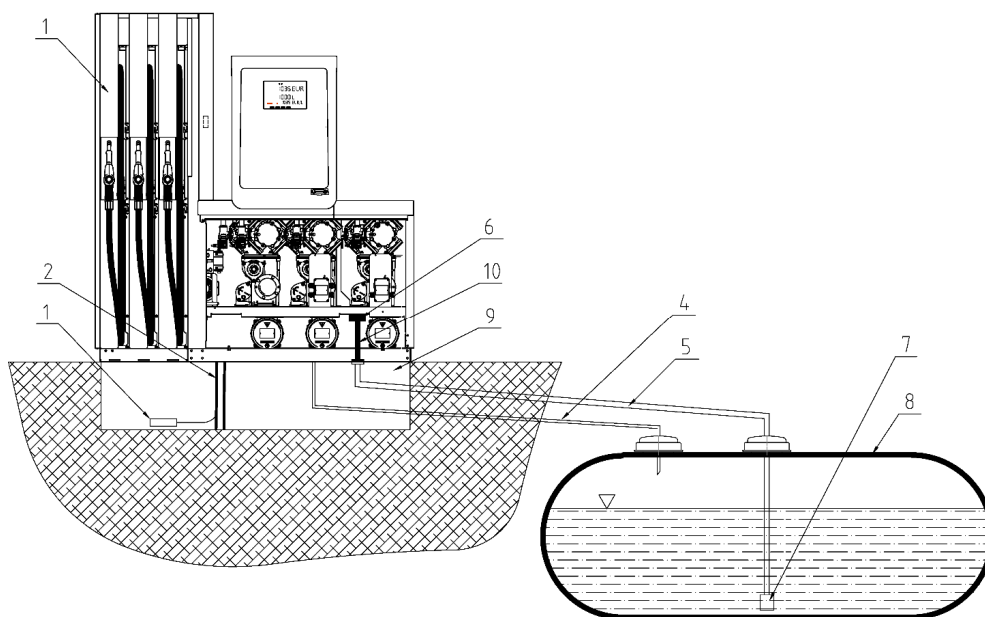

Abbildung 20 - Beispiel für den Anschluss einer Zapfsäule mit Saugpumpen an einen unterirdischen Tank
**ACHTUNG-** Ist die Zapfsäule **an einen unterirdischen Tank** angeschlossen, **Muss in die Saugrohrleitung ein Rückschlagventil eingebaut werden**, das gewährleistet, dass es wenn sich die Zapfsäule im Stillstand befindet und kein Tankvorgang erfolgt, zu keiner spontanen Unterbrechung der Kraftstoffsäule und anschließendem Falschlufteinbruch nach dem Start des Tankvorgangs kommt. **Ein separates Rückschlagventil darf nicht installiert werden, wenn bereits der Saugkorb mit einem Rückschlagventil ausgerüstet ist (s. Abbildung 20)**